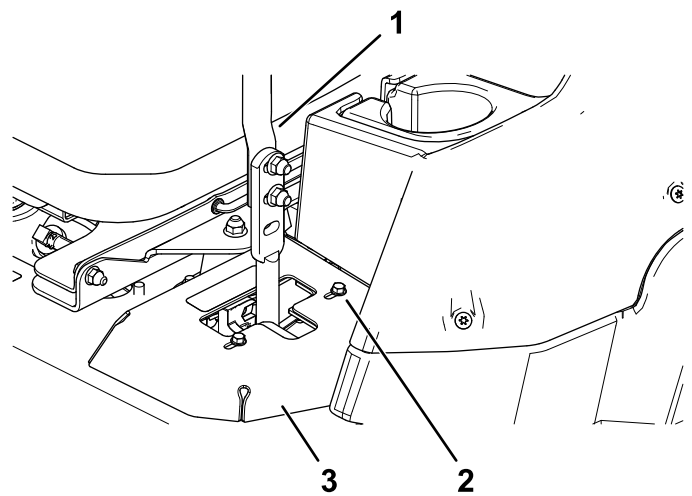

Figure 51
- Si la machine se déporte à droite, desserrez les boulons et déplacez la plaque de butée gauche en arrière sur la fente en T gauche, jusqu'à ce qu'elle se déplace en ligne droite (Figure 51).
- Si la machine se déporte à gauche, desserrez les boulons et déplacez la plaque de butée droite en arrière sur la fente en T droite, jusqu'à ce qu'elle se déplace en ligne droite (Figure 51).
8. Serrez les boulons de la plaque (Figure 51).